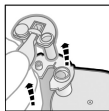

Fig. 1
2. Prenez la languette entre votre pouce et votre index tout en tenant la cartouche fermement avec votre autre main, et retirez entièrement le capuchon de la cartouche. (Fig. 1)